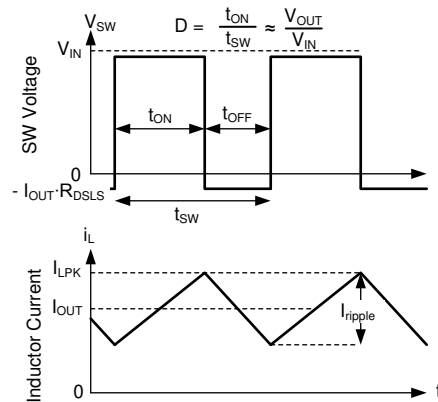

图 7-15. 连续导通模式 (CCM) 下的 SW 电压和电感器电流波形
有关器件的以下运行说明，请参阅节 7.2 和图 7-15 中的波形。在 CCM 中，该器件以变化的占空比 (D) 打开内部高侧 (HS) 和低侧 (LS) NMOS 开关，从而提供稳定的输出电压。在 HS 开关导通期间，SW 引脚电压 V_{SW} 摆动至大约 V_{IN} ，电感器电流 i_L 以线性斜率增加。HS 开关由控制逻辑关闭。在 HS 开关关闭时间 t_{OFF} ，LS 开关打开。电感器电流通过 LS 开关放电，这会强制 V_{SW} 通过 LS 开关两端的压降摆动到地电位以下。转换器环路调节占空比以保持恒定的输出电压。D 由 HS 开关在开关周期内的导通时间定义：